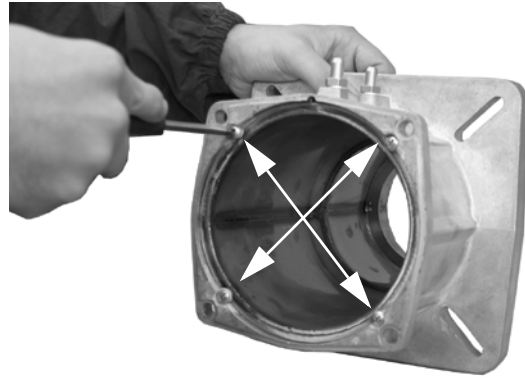

Fig. 11
- 4 Extraer los 4 tornillos que fijan la tobera al botín (Fig. 11).